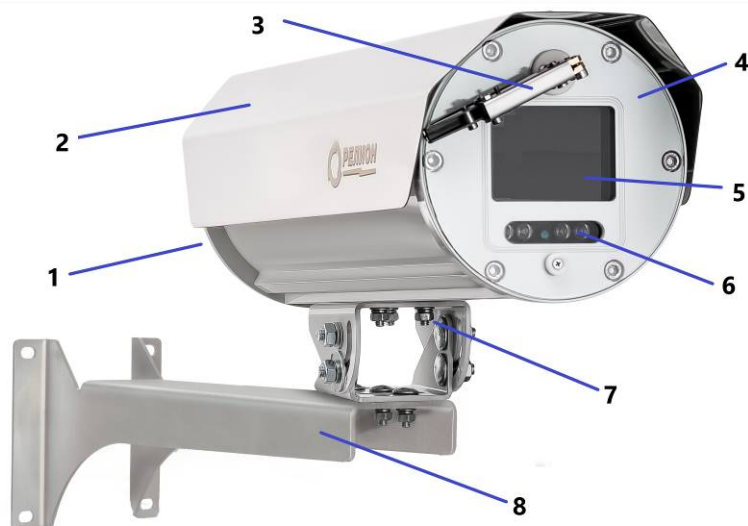

Рисунок 1
- Открутить болт крепления крепежно-юстировочного устройства (8) и отсоединить от него термокожух, рисунок 1.
- Открутить фиксирующие винты и отделить основание с кабельным вводом (1) от корпуса термокожуха, рисунок 1.
- Определить место установки и разметить место крепления крепежно-юстировочного устройства, рисунок 1.
- Закрепить крепежно-юстировочное устройство (8) к рабочей поверхности, рисунок 1.
- Основание с кабельным вводом (1) соединить с корпусом термокожуха и закрутить фиксирующие винты, рисунок 1.
- Установить термокожух на крепежно-юстировочное устройство (8) и зафиксировать при помощи болта (7), рисунок 1.